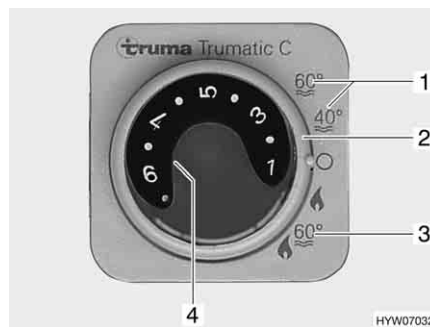

Fig. 46 Unité de commande pour chauffage/chauffe-eau
Le chauffe-eau est intégré au chauffage et fonctionne au gaz. Le chauffe-eau est mis en service au niveau de l'unité de commande (Fig. 46) à l'aide de l'interrupteur tournant (Fig. 46,2).
En régime hiver "Chauffage et chauffe-eau" (Fig. 46,3), l'eau du chauffe-eau est automatiquement chauffée à 60 °C lors de la mise en marche du chauffage. Si le chauffage s'arrête à la température ambiante désirée, le chauffe-eau continue de chauffer jusqu'à obtention de la température d'eau sélectionnée.
En régime été (Fig. 46,1), seulement l'eau du chauffe-eau est chauffée à 40 °C ou 60 °C. L'eau atteint 60 °C au bout d'environ une heure. Le voyant de contrôle jaune (Fig. 46,4) s'allume pendant la phase de chauffage du chauffe-eau.
- Placer l'interrupteur tournant (Fig. 46,2) de l'unité de commande (Fig. 46) sur "Régime été" (Fig. 46,1).
Le voyant de contrôle jaune (Fig. 46,4) s'allume pendant la mise en température. La mise en température est terminée lorsque la température d'eau sélectionnée est obtenue. Le voyant de contrôle jaune s'éteint.
- Placer l'interrupteur tournant (Fig. 46,2) de l'unité de commande (Fig. 46) sur "Arrêt".